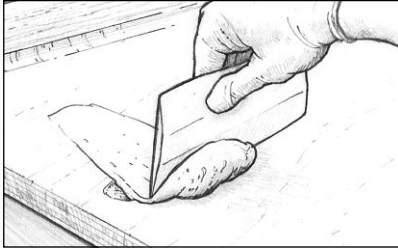

Figura 22 Aplique la mezcla de enmasillado para llenar todos los huecos, y alise para dar la forma deseada.
4. Aplique la mezcla de epoxi espesado sobre la superficie pre-encolada con una espátula de plástico, haciendo que penetre en todos los huecos y oquedades. Alise el epoxi hasta obtener la forma deseada, dejando que la mezcla sobresalga un poco respecto a la zona circundante (*Figura 22*). Retire cualquier epoxi espesado sobrante antes de que se cure. Para rellenar huecos de más de 12mm de profundidad, aplique la mezcla de enmasillado en varias capas, dejando que se cure parcialmente cada aplicación antes de continuar, y/o utilice el Endurecedor Lento 206 o el Endurecedor Extra Lento 209, dependiendo de la temperatura.